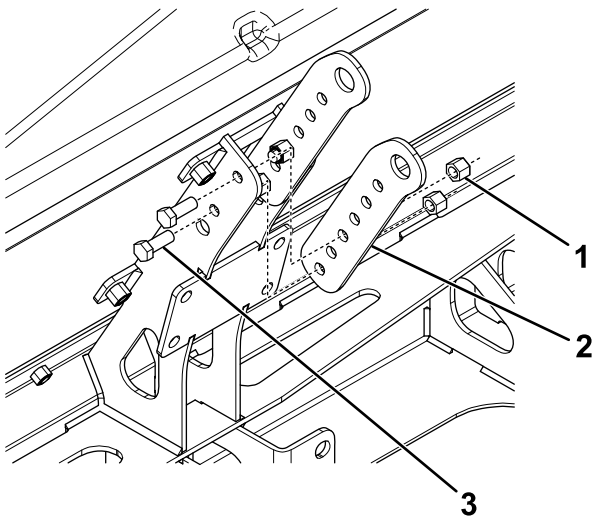

图 14
3. 用 4 个螺栓 $\frac{3}{8}$ 英寸和锁紧螺母将连接杆支架固定至撒布机图 14。